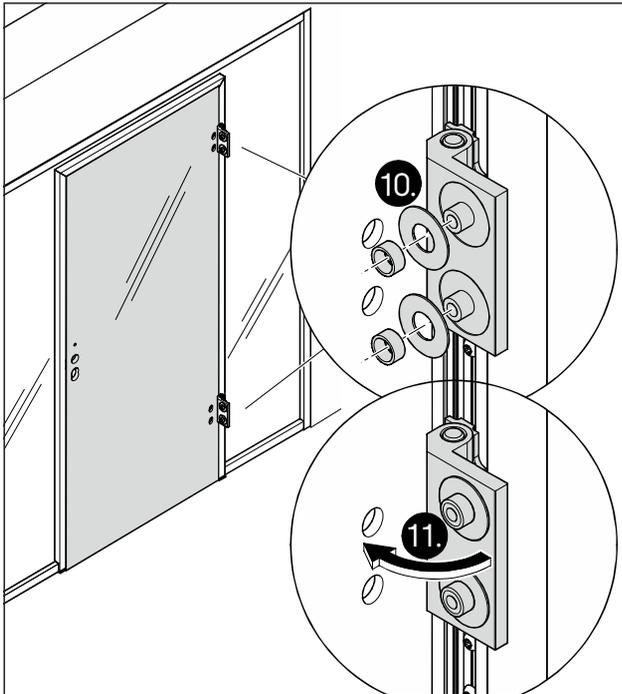

Abb. 43 Die Türbänder für die Montage der Glastür vorbereiten.
10. Die Zwischenlagen und Schlauchabschnitte auf die vorgefertigten Hülsen der Türbänder aufbringen (Abb. 43).
11. Die Türbänder an die Bohrungen der Glastür drehen (Abb. 43).